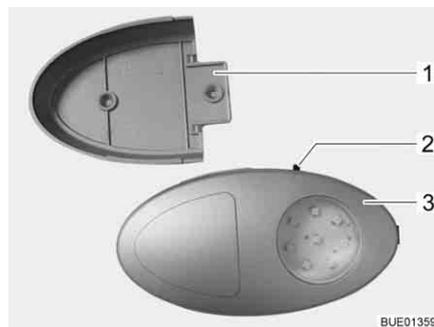

Fig. 65 Luz do roupeiro
- ▷ A luz do roupeiro pode ser retirada do suporte de atarraxar (Fig. 65,1) e usada como lanterna de mão.
O interruptor de ligar/desligar (Fig. 65,2) está instalado diretamente na luz do roupeiro (Fig. 65,3).